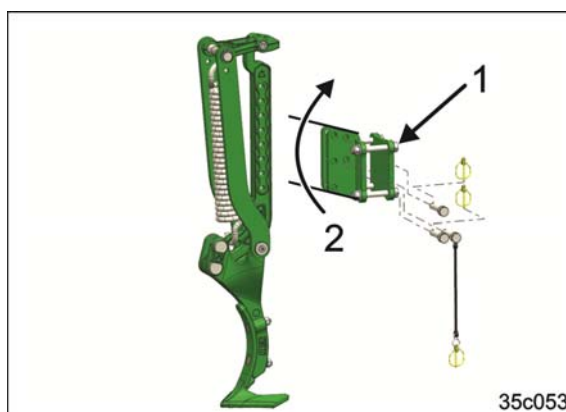

図 127
5. トラクターのタイヤ跡消しのホルダーの固定ねじを外します（図 127/1）。
6. トラクターのタイヤ跡消しのホルダーを上へ回します（図 127/2）。
7. トラクターのタイヤ跡消しのホルダーの固定ねじを取り付け、締め付けます（図 127/1）。